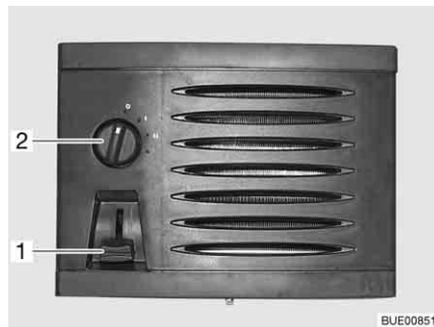

Fig. 173 Elementos de mando termocambiador adicional
- Empujar el regulador de corredera (Fig. 173,1) del regulador volumétrico de paso a la posición deseada. El circuito de agua está abierto.
- Girar el conmutador del ventilador (Fig. 173,2) del ventilador de circulación de aire en sentido de las agujas del reloj.
- Girar el conmutador del ventilador (Fig. 173,2) a "O".
- Empujar el regulador de corredera (Fig. 173,1) del regulador volumétrico de paso completamente hacia arriba.